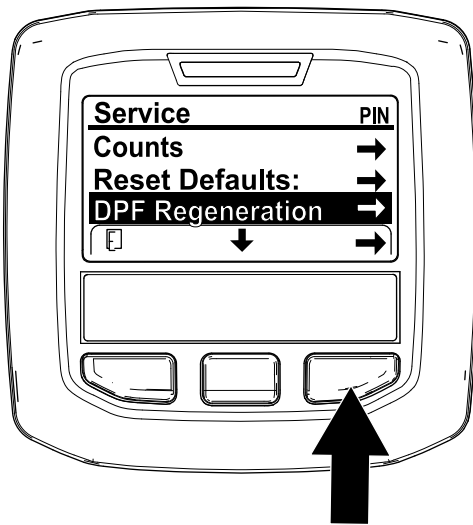

Bild 53
1. Navigieren Sie auf das Menü „Service“ und drücken Sie die mittlere Taste, um auf die Option DPF REGENERATION zu navigieren (Bild 53).
2. Drücken Sie die rechte Taste, um den Eintrag „DPF Regeneration“ auszuwählen (Bild 53).